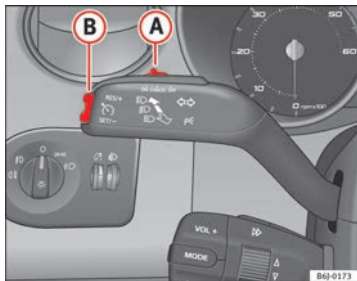

Abb. 112 Blinker- und Fernlichthebel: Schalter und Wippe für die Geschwindigkeitsregelanlage
- Drücken Sie den unteren Teil der Wippe **SET** ⇒ Abb. 112 **(B)** einmal kurz, wenn die zu speichernde Geschwindigkeit erreicht worden ist.